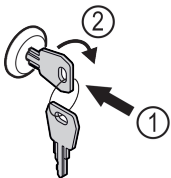

Fig. 180 Reprezentare exemplificatoare
- ▶ Introduceți cheia prin apăsare Fig. 180 (1).
- ▶ Rotiți cheia cu 90° în sensul acelor de ceasornic Fig. 180 (2).